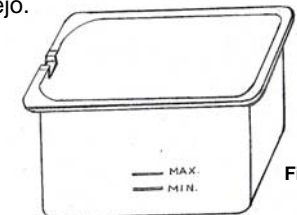

Fig. 2
- Siempre debe mantener el nivel de aceite entre las marcas de nivel mínimo (12 tazas/2,8 litros) y máximo (8,4 tazas/8 litros) dentro del recipiente del aceite. Verifique el nivel de aceite antes de cada uso. Para obtener mejores resultados, mantenga el nivel de aceite cerca del máximo. (Fig. 2)